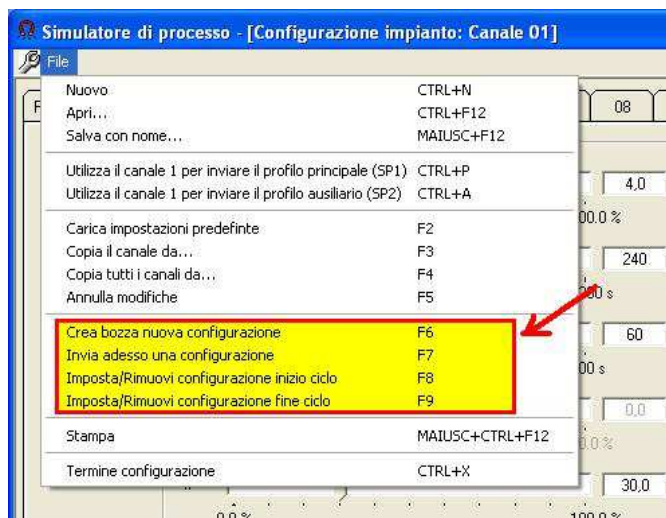

Figura 3.6 – Configurazione impianto (Comandi per la gestione delle configurazioni speciali).
- **Configurazioni Speciali:** E' possibile inviare al registratore esterno una sequenza di comandi memorizzati in un opportuno file di testo. In particolare è possibile inviare una sequenza all'inizio della simulazione (“Configurazione da inviare a inizio ciclo”) ed una alla fine (“Configurazione da inviare a fine ciclo”). Per utilizzare questa funzione utilizzare i seguenti comandi del menù “File” (figura 3.6):